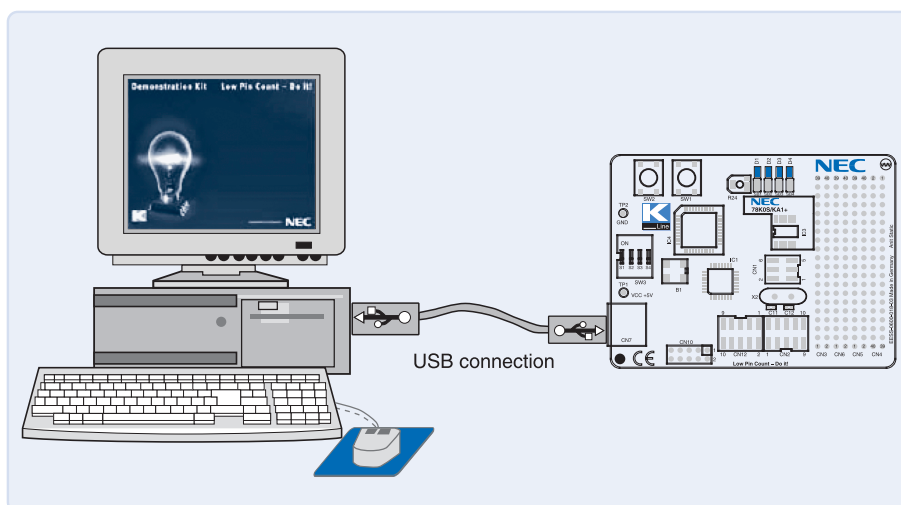

Рис. 4. Стартовый набор NEC 78K0S Low Pin Count для микроконтроллеров фирмы NEC
**Чтение–запись по MDIO.** Канал обмена данными управляется микроконтроллером. В качестве микроконтроллера можно применить любой из имеющихся в распоряжении разработчика. Но с точки зрения автора, наиболее удобен здесь мРD78F9222, фирмы NEC ([www.ee.nec.de](http://www.ee.nec.de)), поскольку стартовый набор имеет ряд преимуществ, см. рис. 4, 5. Первое и наиболее существенное – цена не более 30 USD, что во много раз дешевле многих более распространенных наборов. Второе, и тоже очень существенное преимущество состоит в том, что этот стартовый набор подключается к USB порту. А это значит, что такой набор можно использовать совместно ноутбуками как часть прибора в самом «ленивом» варианте. «Ленивый» вариант, это когда к стартовому набору микроконтроллера припаивается макетная плата с трансивером. Правила выполнения монтажа на РСВ для входных цепей трансивера изложены в Л[3]. И третье – пакет программного обеспечения от IAR Systems. В комплект поставляемого программного обеспечения входит не только «ассемблерная» технология, но и «С». Перепрошивка FLASH-памяти контроллера также производится под управлением поставляемого ПО и не требует дополнительных аппаратных средств.